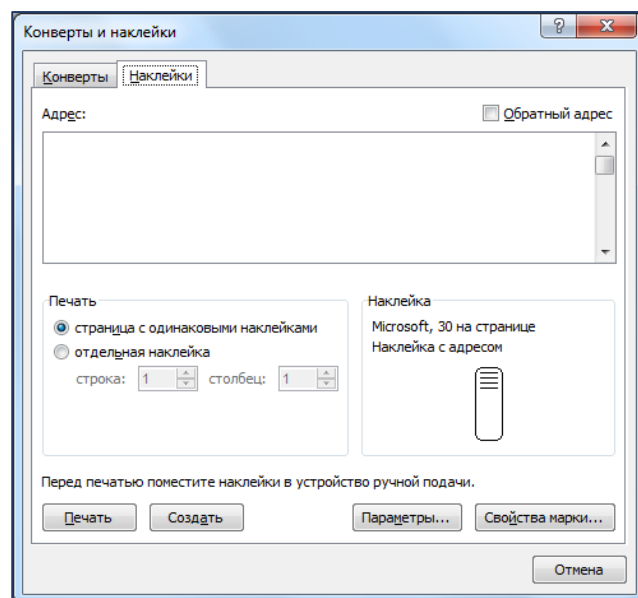

Рис. 20. Окно Печать наклеек
1. На ленте Рассылки в группе Создание, выберите Наклейки. Откроется диалоговое окно Конверты и наклейки (рис. 20).